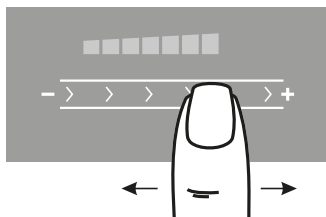

Рис.13
1. Работавшую конфорку касанием зоны ② перевести в режим управления.
2. Перемещая палец по поверхности ④ - «скользящая кнопка» измените режим нагрева конфорки (рис. 13).